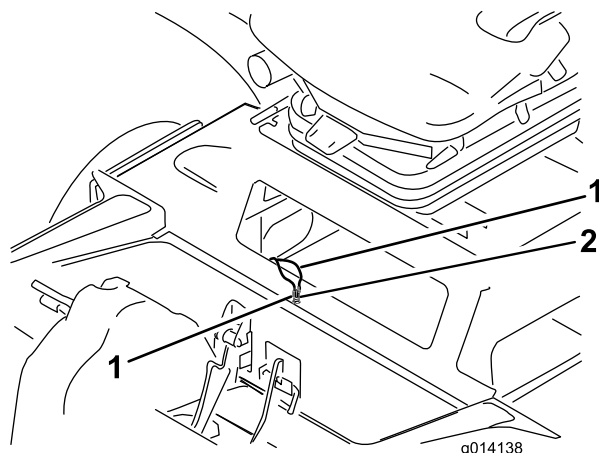

Figura 58
3. Localize os dois fios do jumper do contrapeso com tampa no interior do compartimento (**Figura 58**)